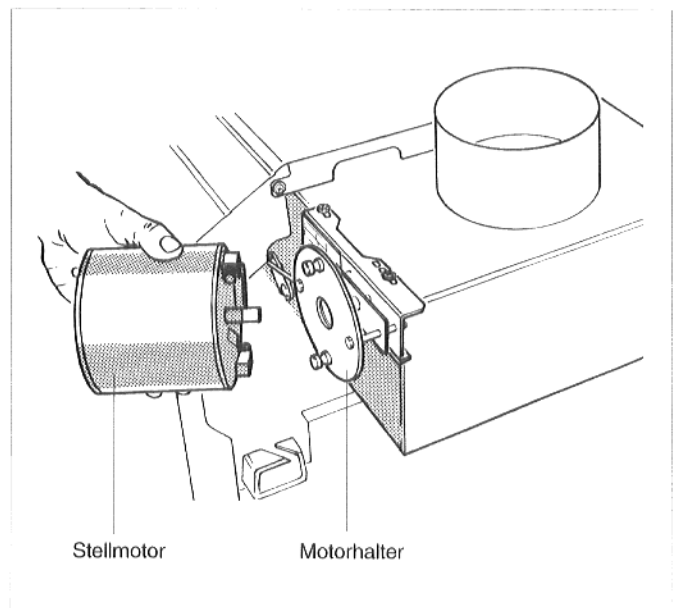

Abb. 9
16. Mit Hilfe des Stellhebels die Kupplung im Motorhalter so stellen, daß der Stellmotor gesteckt werden kann; Stellmotor oben und unten festschrauben (Abb. 9).